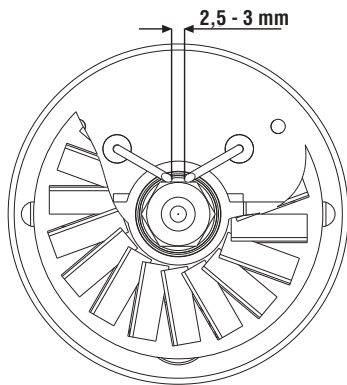

Fig.2.
- Desmontar el quemador y limpiar sus partes, limpiar los electrodos y regular la distancia de los mismos según el valor indicado en la Fig.2.